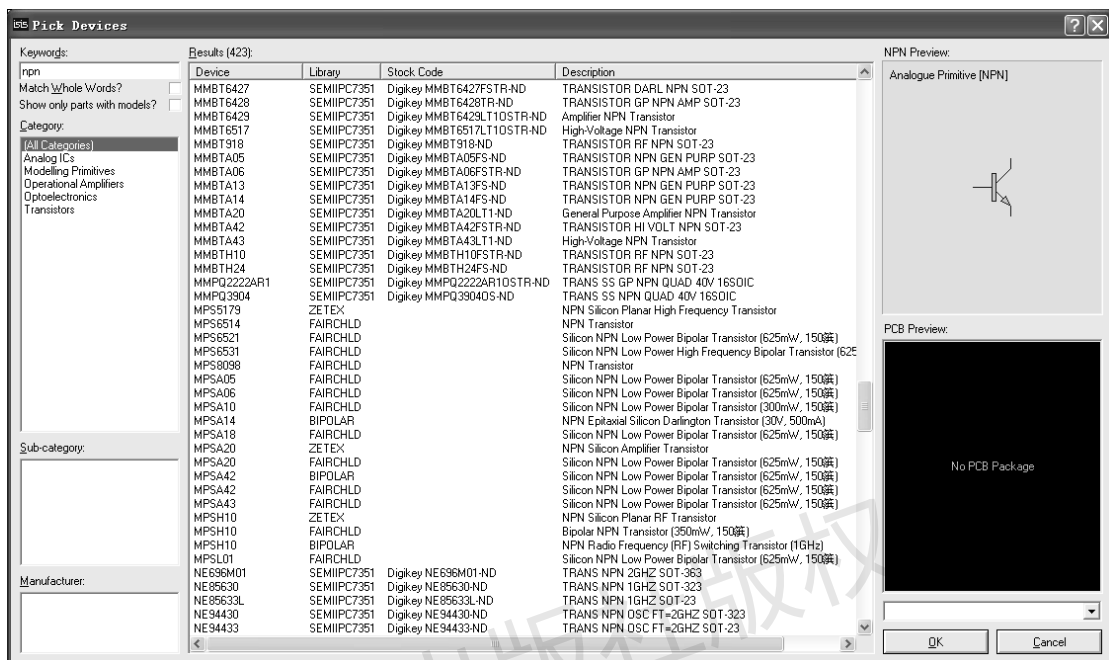

图 1-33 输入元件名称
(4) 在 Keywords 文本输入框中输入元件名称, 如图 1-33 所示。